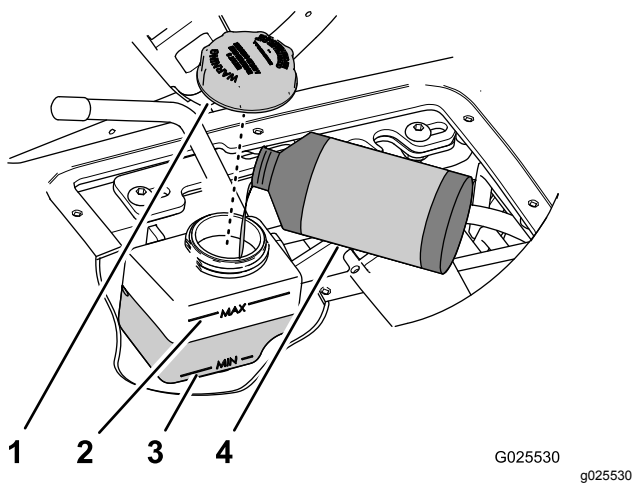

図 61
4. 速度コントロールシリンダのオイル溜めの油量を点検する 図 61。
- A. タンクのキャップの周囲をきれいに拭く 図 61。
- B. タンクからキャップを取る 図 61。
- C. オイル溜めの側面についている Min マークと Max マークの間に油面がくるように、所定のオイルを補給する 図 61。
- D. キャップを取り付けて手締めする 図 61。